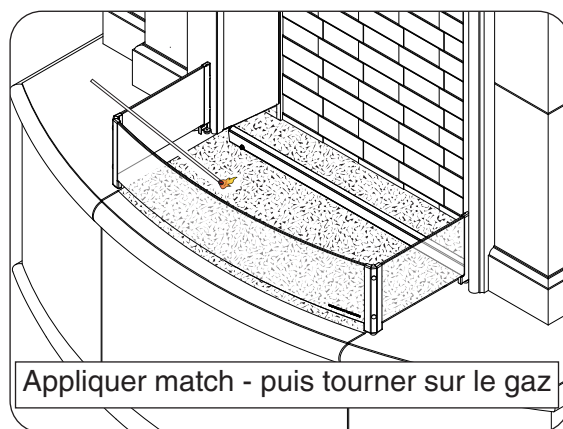

Fig. 38-1 Brûleur d'éclairage
- 3. Allumez une allumette à longue tige ou un briquet au butane à long col et placez la flamme contre la surface du support décoratif près du brûleur (Fig. 38-1).